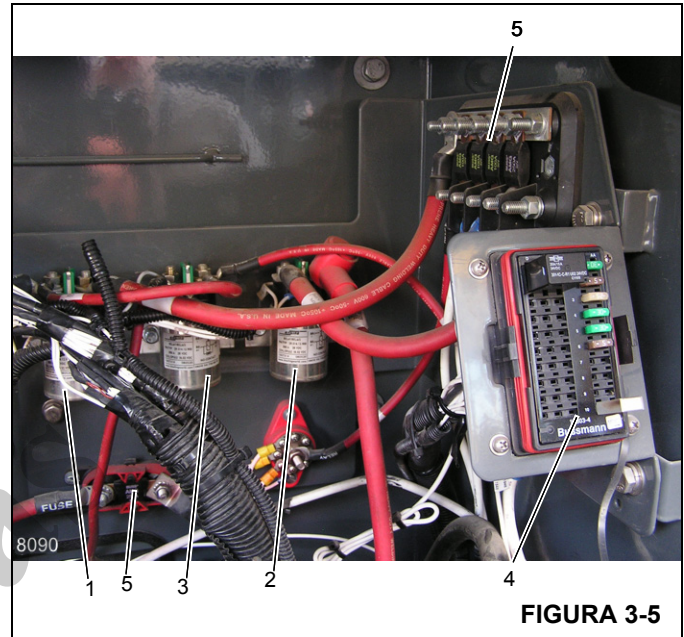

FIGURA 3-5
Os fusíveis se encontram atrás do assento na cabine (Figura 3-4). No painel de fusíveis da caixa de baterias (4) (Figura 3-5) e na caixa de baterias (5).
Os relés estão localizados na parte traseira da caixa de baterias (Figura 3-5): relé K-301 relé de potência (1), relé K-302 relé do aquecedor da grade (2) e relé K-303 relé de partida (3).